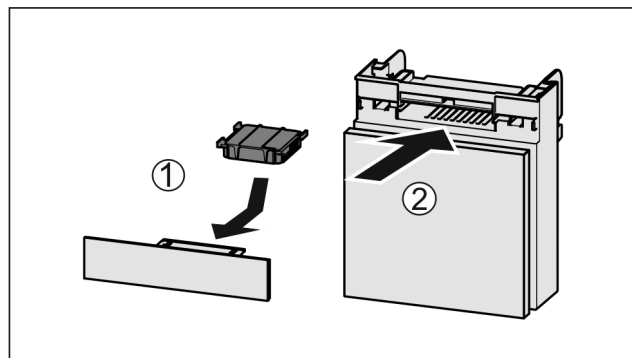

Fig. 171
- Inserire il vano Fig. 171 (2).